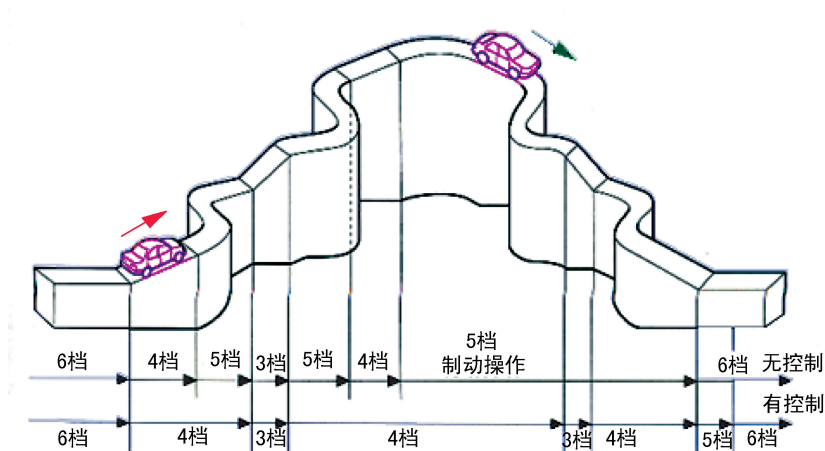

图 1-3-4 上下坡自动控制
②在路况支持控制下，ECT ECU 可以根据节气门的开度和车速，确定车辆是否正在上坡或下坡。为了在上坡行驶过程中达到最佳的驱动力，此控制可以防止变速器换高速档（5 档或 6 档）。为了在下坡行驶过程中达到最佳的发动机制动效果，此控制可以将变速器自动换低速档（5 档、4 档或 3 档）。上下坡自动控制如图 1-3-4 所示。可用档位见